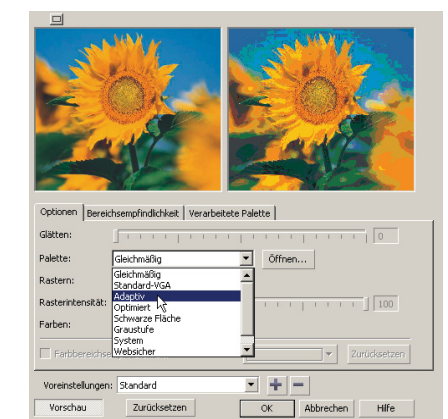

Abb. 5-6: Wahl der Farbpalette beim Konvertieren in ein 8-Bit-Bild
- Die 8-Bit-Farbbilder werden auch als Palettenbilder oder Bilder mit indizierten Farben bezeichnet. Wird ein Bild höherer Farbtiefe in ein Palettenbild konvertiert, so kann in hochwertigen Bildbearbeitungsprogrammen unter verschiedenen Paletten gewählt werden (Abb. 5-6). Es erfolgt dann eine individuelle Analyse des Bildinhalts und es werden diejenigen 256 Farben indiziert gespeichert, die in der gewählten Palette